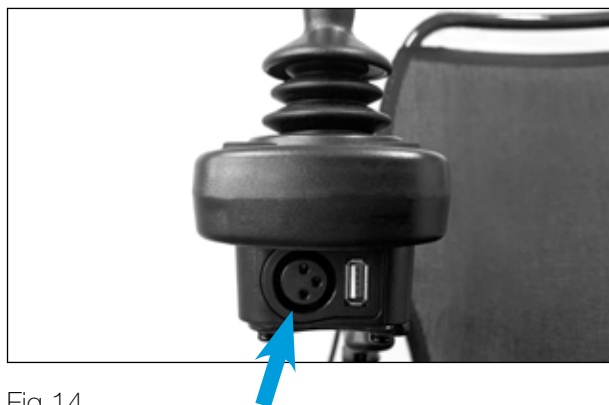

Fig 14.
- Sluit de metalen stekker met drie pinnen van de lader aan op de interface met drie pinnen van de controller (Fig.14)